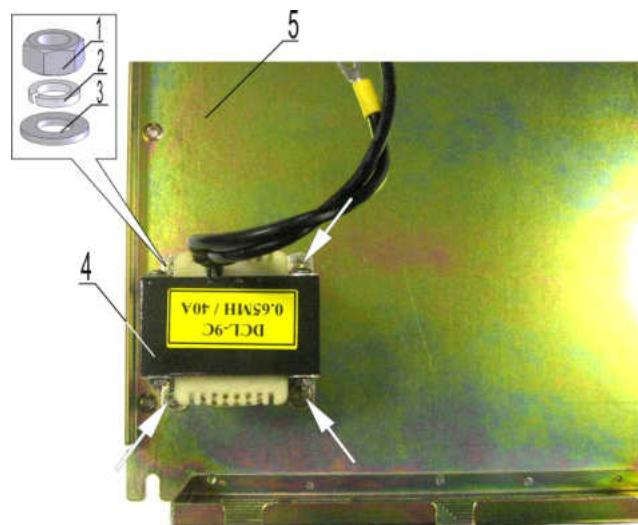

Рис. 6.25
- 6.17.1. Взять металлическое основание 5 (рис. 6.25).